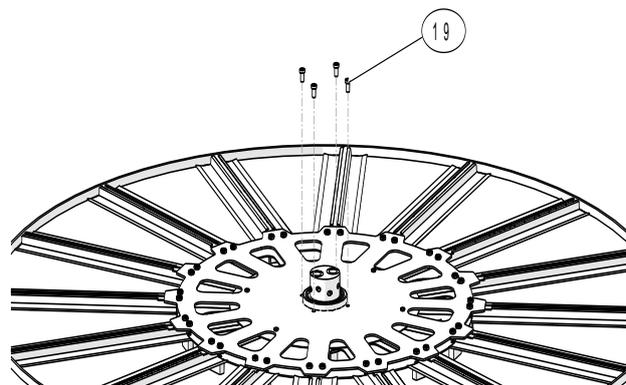

Abb. 7: Die 4 Zylinderschrauben lösen
- Die 4 mittigen Zylinderschrauben anziehen (14 Nm) (siehe Abb. 7).